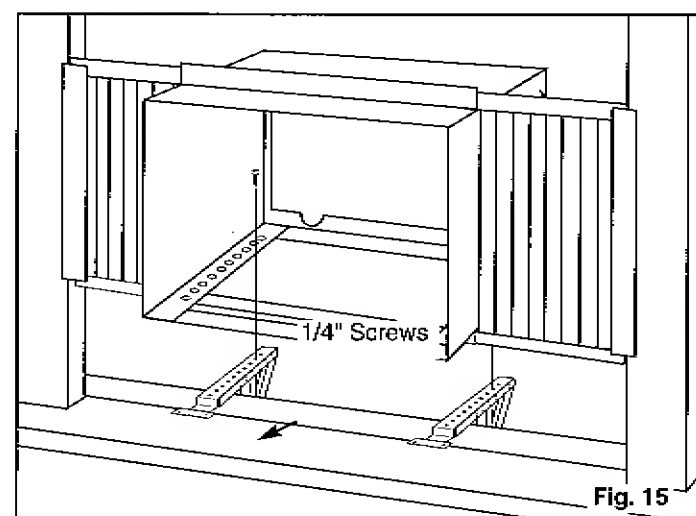

Fig. 15
- Alignez un trou au bas du caisson avec un trou de l'ensemble support. Fixez le caisson au support avec une vis de 1 po, fournie. Répétez sur le côté opposé du caisson. Fig. 15.
B. Align one hole in the bottom of the cabinet with one hole in the bracket assembly. Secure the cabinet to the bracket using a 1/4" screw provided. Repeat the same procedure on the opposite side of the cabinet. Fig. 15